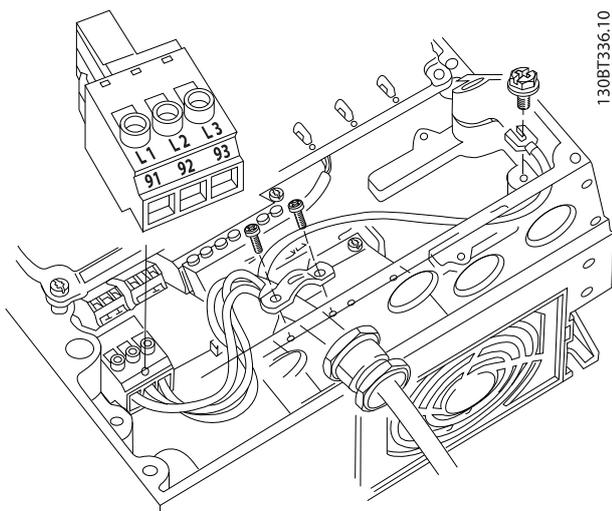

Ilustración 2.13 Conexión a la red de CA
- Conecte el cableado de potencia de entrada de CA trifásica a los terminales L1, L2 y L3 (consulte la *Ilustración 2.13*).